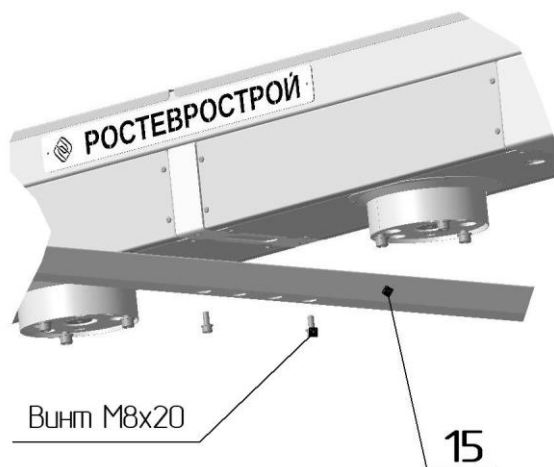

Рис. 2 Установка верхней стяжки **15** на раму привода **5**
– к нижней плоскости рамы привода установите верхнюю стяжку **15** и закрепите двумя винтами М8 (рис. 2);
– закрепите к фланцам верхней стяжке **15** (рис. 2) четыре винтами М8 лицевые панели **3** и **4**;